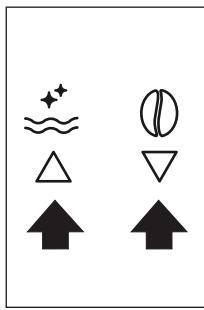
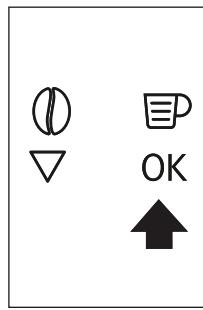

Fig. 9
Fig. 10
- ▶ Pour régler la langue, utilisez les icônes (B7 et B8) pour choisir la langue requise (Fig. 9). Quand le message « PRESS OK TO CHOOSE ENGLISH » (APPUYER SUR OK POUR CHOISIR L'ANGLAIS) s'affiche, appuyez sur l'icône (B9) (Fig. 10) pendant 3 secondes jusqu'à ce que le message « ENGLISH INSTALLED » (ANGLAIS INSTALLÉ) s'affiche. Si vous réglez la mauvaise langue, suivre les instructions de la section « Réglage de la langue ». Les instructions concernent la version en anglais. Puis suivre les instructions qui s'affichent.
- ▶ Appuyer sur la touche tactile ok (B9) (Fig. 10) et après quelques secondes un peu d'eau sortira du bec.